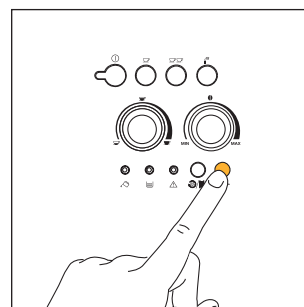

Fig. 18
1. Tryck på knappen  för färdigmalat kaffe (fig. 18). Kontrolllampan i knappen tänds för att visa att denna funktion har valts och att kaffekvarnen är bortkopplad.